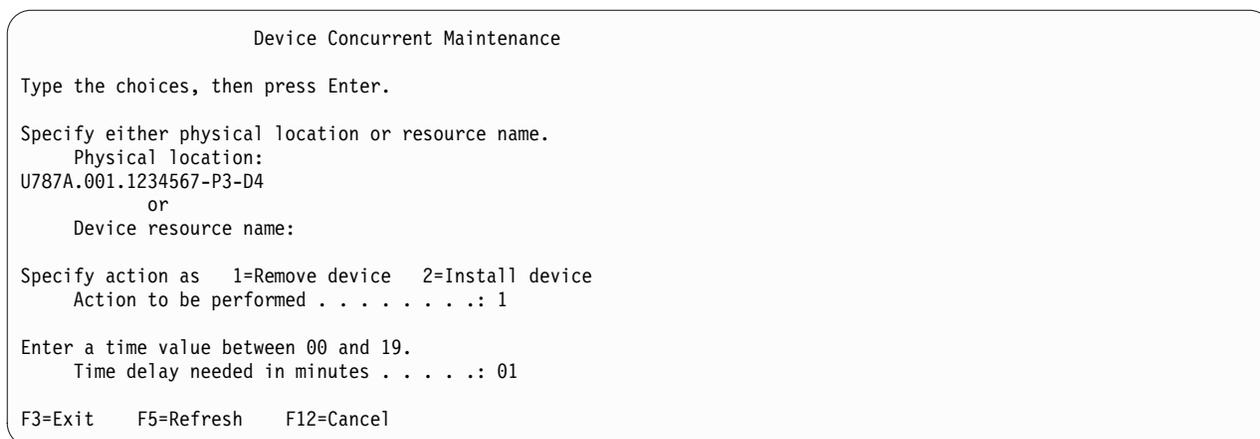

Abbildung 41. Beispielanzeige "Parallelwartung der Einheit"
10. Navigieren Sie im Hardware-Service-Manager zu der Option **Parallelwartung der Einheit auswählen**. Drücken Sie die Eingabetaste. Die Anzeige "**Parallelwartung der Einheit**" wird angezeigt (siehe Abb. 41 auf Seite 45).